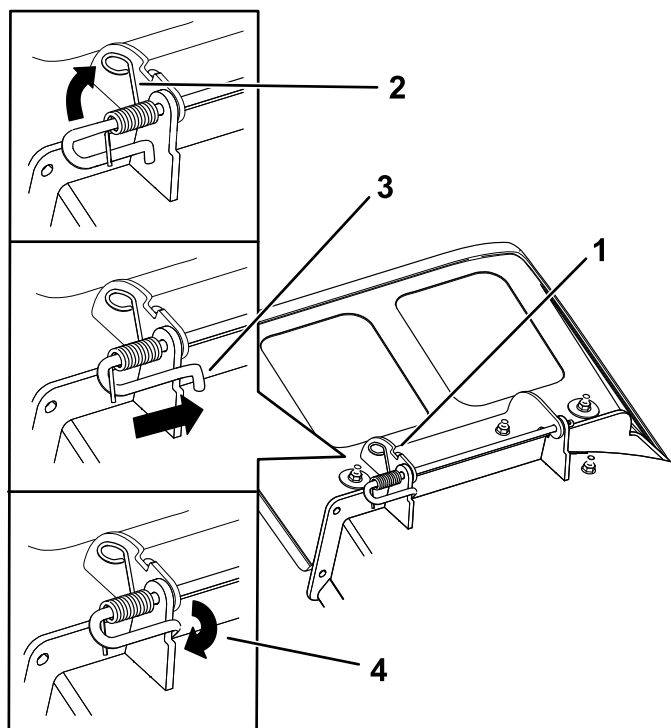

Figura 78
4. Posizionate il nuovo gruppo deflettore di scarico con le estremità delle staffe collocate tra le staffe saldate al piatto come illustrato nella Figura 78.
6. Posizionate la molla sull'asta come mostrato nella Figura 78 in modo che l'estremità più corta della molla esca da sotto l'asta prima della curva e torni sopra l'asta al ritorno dalla curva.
7. Sollevate l'estremità lunga della molla e inseritela nella tacca presente sulla staffa del deflettore (Figura 78).
8. Fissate il gruppo asta e molla torcendolo in modo tale che l'estremità corta dell'asta si trovi dietro la staffa anteriore saldata al piatto (Figura 78).